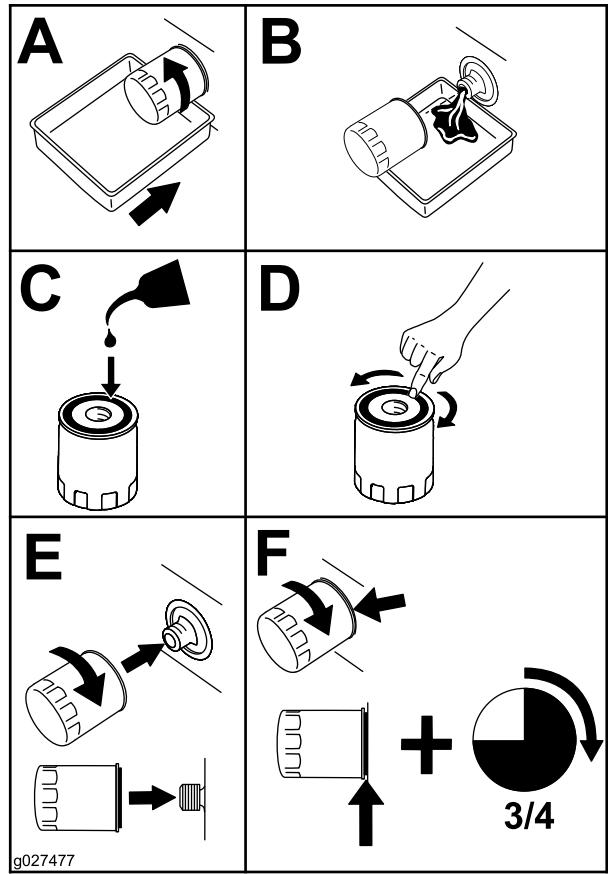

Bild 46
4. Wechseln Sie den MotorölfILTER (Bild 46).